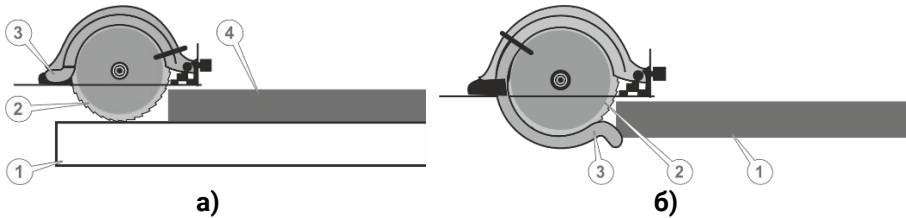

Рисунок 10. Робота циркулярною пилою
4. Якщо матеріал, що обробляється (4, рис. 10а) лежить на верстаті (1, рис. 10а), то циркулярне полотно (2, рис. 10а) автоматично не відчиниться, оскільки рухомий захисний кожух (3, рис. 10а) буде заблоковано. У цьому разі циркулярне полотно необхідно відкрити власноруч.
Щоб відкрити циркулярне полотно, акуратно рукою посунути за важіль рухомий захисний кожух (3, рис. 10а).